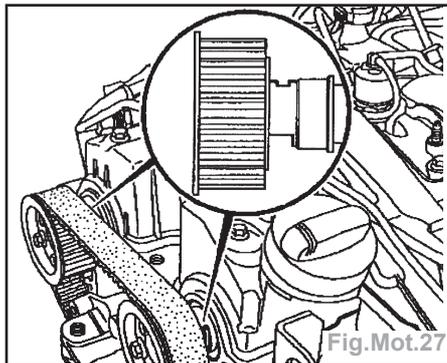

Fig.Mot.27
- Les rainures des arbres à cames doivent être verticales (Fig.Mot.27).